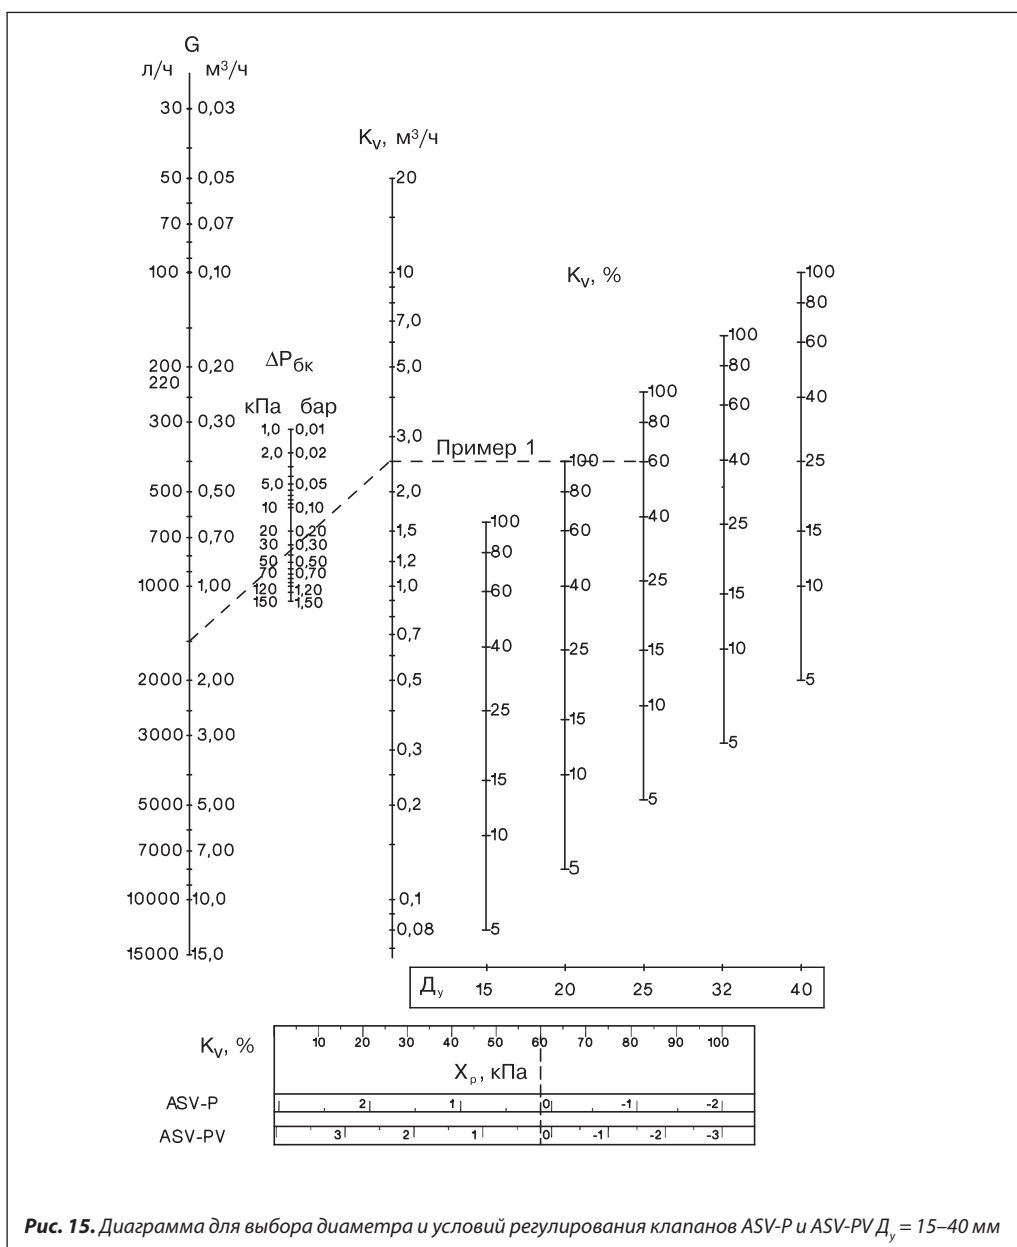

Рис. 15. Диаграмма для выбора диаметра и условий регулирования клапанов ASV-P и ASV-PV $D_y = 15-40$ мм
6. Условия работы клапана определяются по диаграмме (см. рис. 15, стр. 15). Для чего точка $1,5 \text{ м}^3/\text{ч}$ на шкале расхода G соединяется линией с точкой 0,36 бар на шкале потерь давления в балансировочном клапане $\Delta P_{\text{бк}}$. Затем эта линия продлевается до шкалы K_v , где читается требуемая пропускная способность клапана ASV-PV, равная $2,5 \text{ м}^3/\text{ч}$. Далее от этого значения K_v проводится горизонтальная линия до пересечения с вертикальной шкалой значений K_v в % для клапана принятого диаметра $D_y = 25 \text{ мм}$, где степень его открытия составляет 60%. На шкале внизу диаграммы напротив величины K_v в % можно найти величину зоны пропорциональности $X_p = 0,2 \text{ кПа}$ (0,002 бар) для выбранного клапана при заданных условиях работы.